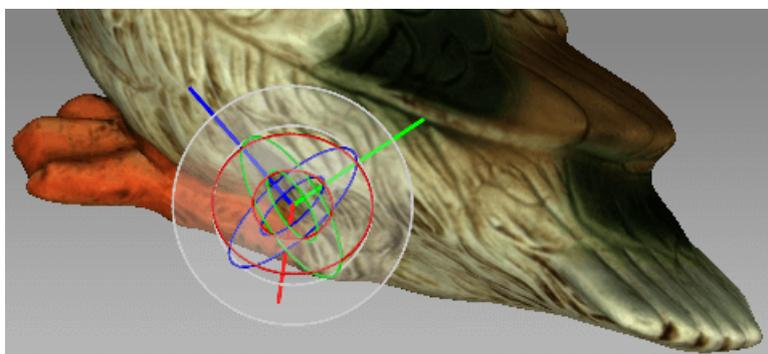

Abbildung 101: Drehungs-Kontrolle
- Einen der drei Kreise ziehen (siehe Abb. 101), um das Objekt zu drehen. Durch Drücken der Taste, die der betreffenden Achse entspricht (X , Y oder Z) werden die Kontrollen der beiden anderen Achsen ausgeblendet.